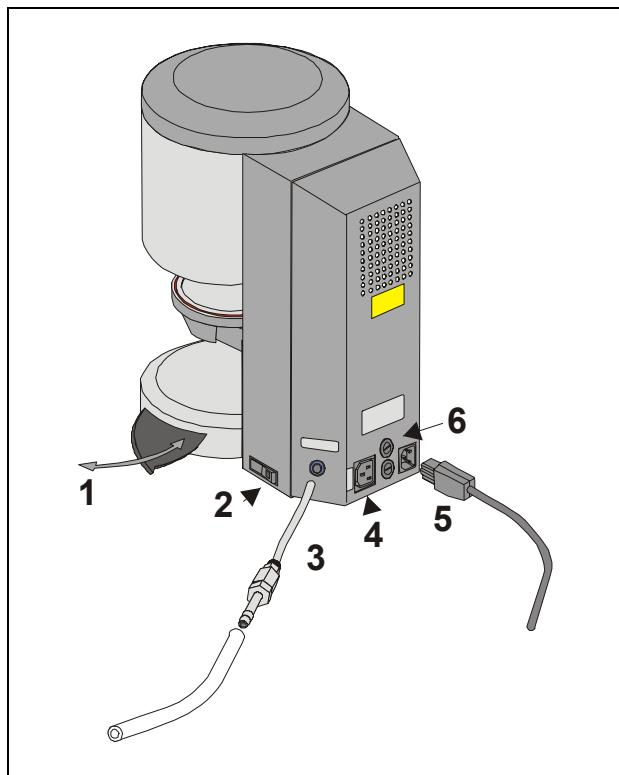

Рис. 1
- Подключить вакуумный насос (рис.1).
- Подключить прибор при помощи поставляемого в комплекте кабеля к сети (рис. 1). В качестве соединительного кабеля использовать подводящий провод для электронагревательных приборов тип НО5RR-F 3G1,0 мм². Избегайте подключения к распределительной розетке с удлинителем, так как при перегрузке возникает опасность пожара.
При неиспользовании прибора необходимо убрать лифт в камеру обжига и выключить прибор при помощи главного выключателя (см. рис. 1, п. 2). Закрытие камеры обжига позволяет защитить изоляцию и препятствует впитыванию влаги.